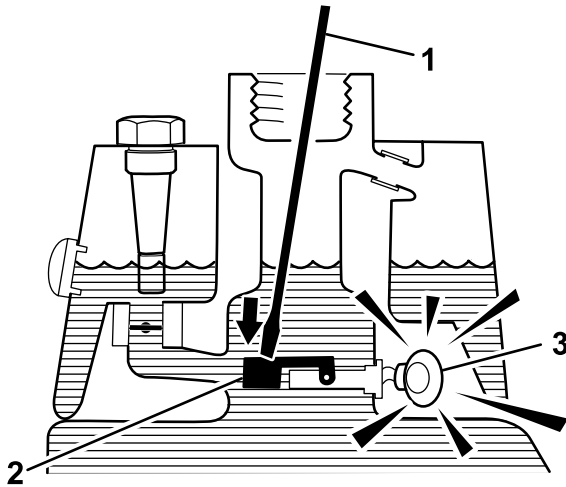

Bild 60
3. Stecken Sie eine saubere Stange oder einen Schraubenzieher in den Einfüllstutzen des Behälters und drücken Sie den Schwimmerschalter (Bild 60) leicht nach unten. Der Alarm sollte nach einer Sekunde ertönen.